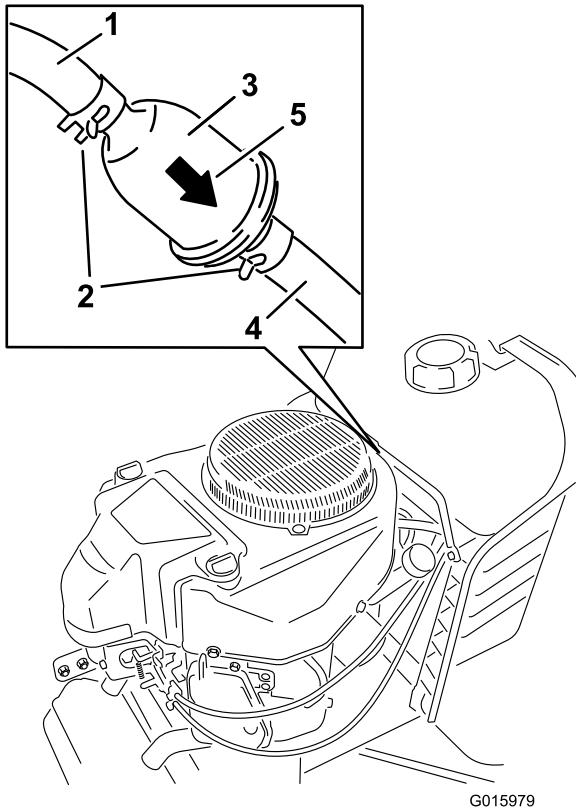

Bild 23
3. Heben Sie die Motorhaube an und lokalisieren Sie den Kraftstofffilter zwischen dem Kraftstofftank und dem Motor (Bild 23).
4. Drücken Sie die Enden der Schlauchklemmen zusammen und schieben Sie sie vom Filter weg (Bild 23).
7. Schieben Sie die Schlauchklemmen eng an den Filter (Bild 23), um ihn zu befestigen.